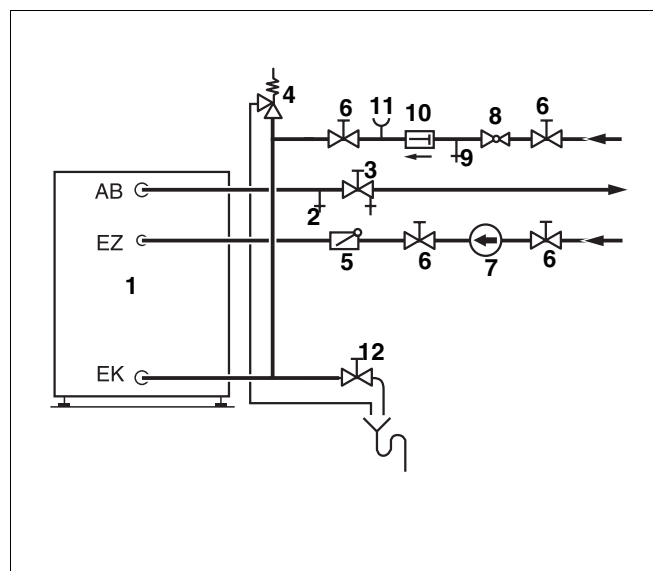

Abb. 3 Installation und Ausrüstung der Trinkwasserleitungen
Installation und Ausrüstung der Trinkwasserleitungen nach Abb. 3 und unter Berücksichtigung etwaiger gesetzlicher Vorschriften oder Verordnungen.
- Be- und Entlüftungsventil in der Warmwasserleitung vor Absperrventil einbauen (Abb. 3).